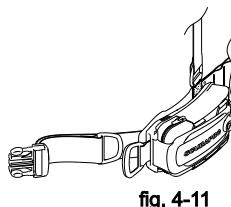

fig. 4-11
5. Vérifiez que la poche de lest a été installée correctement. L'illustration fig. 4-11 montre la poche de lest complètement enclenchée.